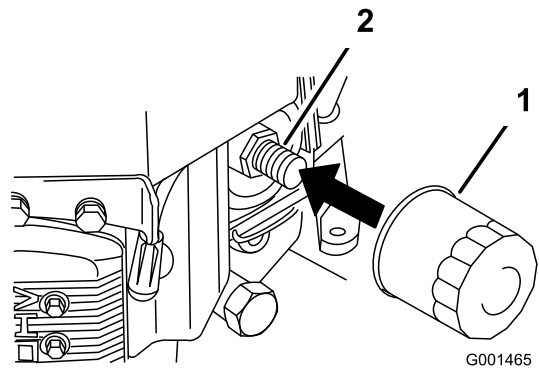

Figura 30
- Aplique una capa fina de aceite nuevo a la junta de goma del filtro nuevo (Figura 30).
- Instale el filtro de repuesto en el adaptador de filtro; gire el filtro en el sentido de las agujas del reloj hasta que la junta de goma entre en contacto con el adaptador del filtro, luego apriete el filtro tres cuartos de vuelta más (Figura 30).
- Retire el filtro de aceite usado (Figura 30).